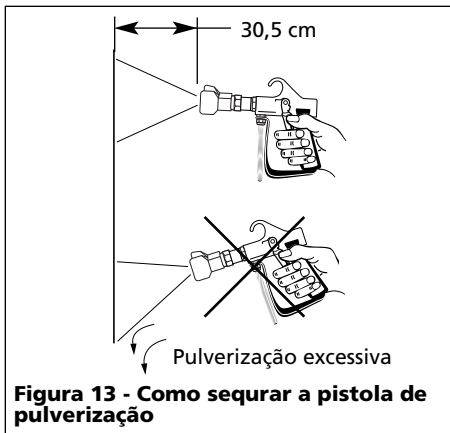

Figura 13 - Como segurar a pistola de pulverização
1. **Mantenha a pistola perpendicular à superfície.** Segure sempre a pistola em posição perpendicular à superfície com o bocal a aproximadamente 30,5 cm da superfície. Se for sustentada em ângulo (de cima para baixo e de lado a lado) a pintura não ficará uniforme, o acabamento não será de primeira e ocorrerá pulverização excessiva. (Veja a Figura 13).